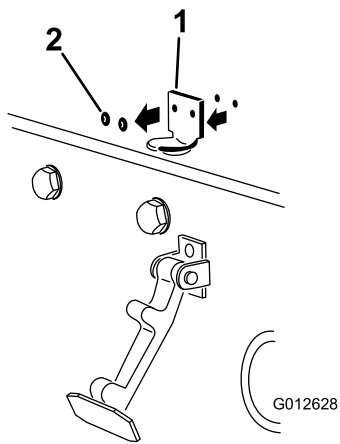

図 15
2. フードラッチのブラケットをフードに固定しているリベット2本を外し 図 15 フードからフードラッチのブラケットを取り外す。